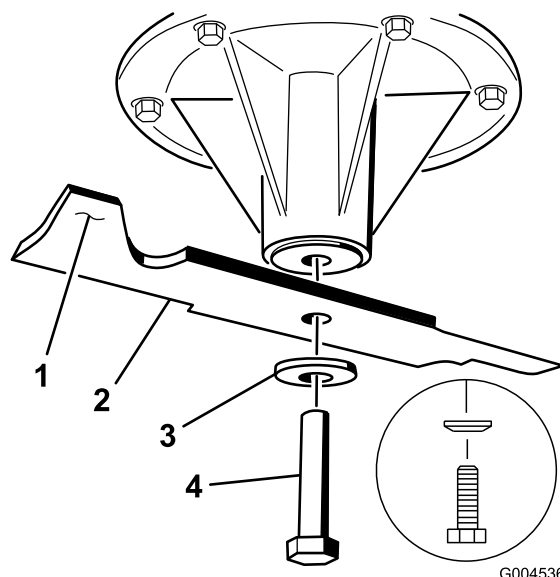

図 82
1. スピンドル・シャフトにブレードを取り付ける（図 82）。
2. スプリング・ディスクとブレード・ボルトを取り付けるスプリング・ディスクは、円錐部をボルトの頭に向けて取り付ける（図 82）。各ブレード・ボルトを85～110ft.-lb (115～150Nm = 11.8～15.2kg.m) にトルク締めする。